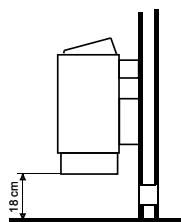

Рис. 6
- Печь навесить на стену. (рис.6)